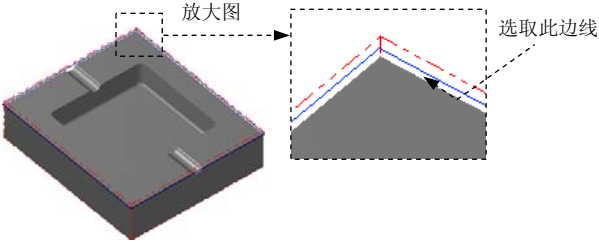

图 11.13 选取切削范围边线
- (2) 设置加工边界。在 **边界范围** 区域中单击按钮，系统弹出“串连选项”对话框。在图形区中选取图 11.13 所示的边线，单击按钮，系统返回至“刀具路径的曲面选取”对话框。
- (3) 单击按钮，完成加工区域的设置，同时系统弹出“曲面粗加工挖槽”对话框。